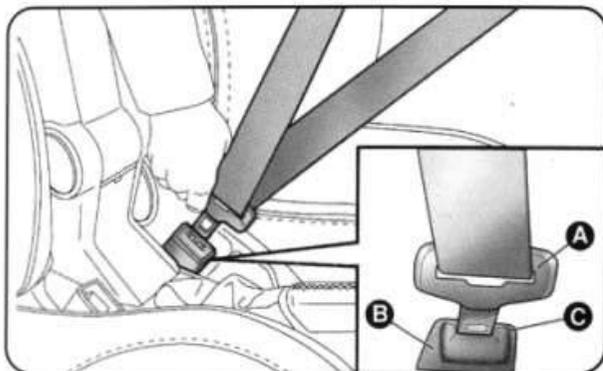

рис. 1
Пристегнувшись ремнем безопасности, сидите прямо и плотно прижимайтесь спиной к спинке сиденья. Чтобы застегнуть ремень безопасности, вставьте язычок А (рис. 1) в пряжку В до щелчка. Если при вытягивании ремень блокируется, отпустите его и плавно вытяните снова. Чтобы отстегнуть ремень безопасности, нажмите на кнопку С. Пока ремень втягивается, придерживайте его рукой во избежание перекручивания.
*Ни в коем случае не следует нажимать на кнопку С (рис. 1) во время движения.*